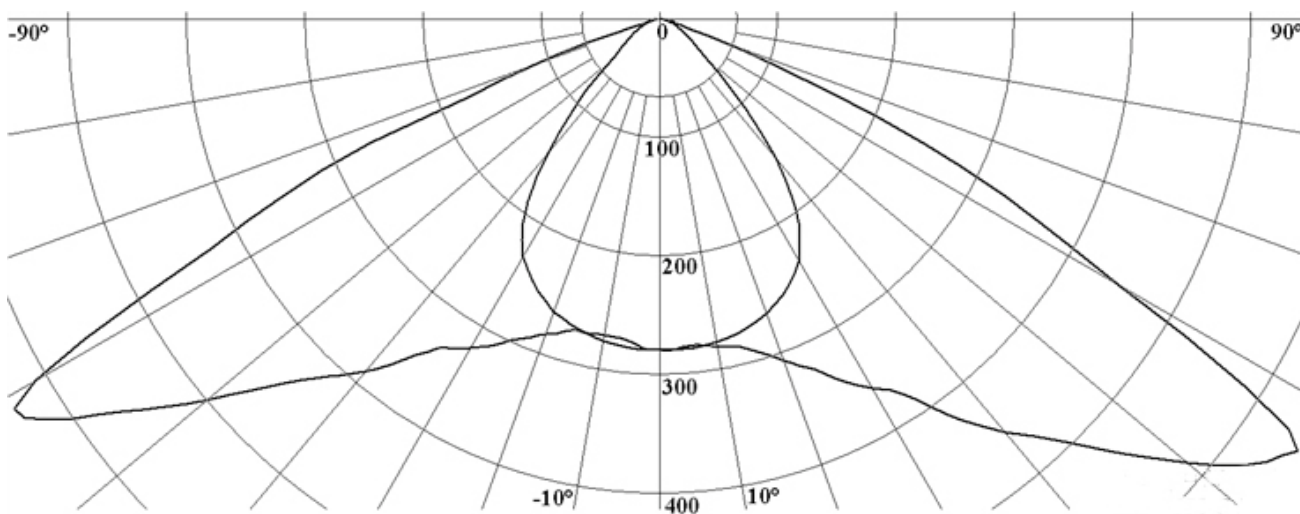

Рис.1
2.2 Кривая распределения силы света светильника приведена на рис.1 (cd/klm).